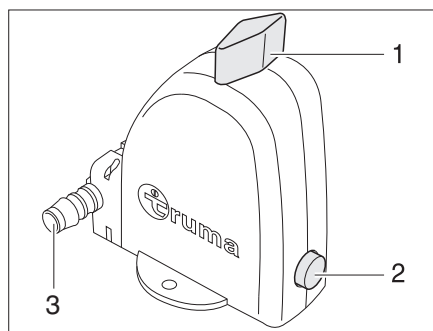

Bild 230 Sicherheits-/Ablassventil des Boilers - Stellung Betrieb
Der Boiler ist mit einem Sicherheits-/Ablassventil (Bild 230) ausgestattet. Das Sicherheits-/Ablassventil verhindert, dass das Wasser im Boiler einfriert, wenn bei Frost die Heizung nicht eingeschaltet ist.
- ▷ Der Entleerungsstutzen (Bild 230/3) des Sicherheits-/Ablassventils muss immer frei von Verschmutzungen (z. B. Laub, Eis) sein.
- Kontrollieren, ob der Drehschalter (Bild 230,1) in Stellung "Betrieb" steht und eingerastet ist.
- Druckknopf (Bild 230,2) betätigen, das Ablassventil ist geschlossen.
- Drehschalter (Bild 230,1) um 180° bis zum Einrasten drehen. Der Druckknopf (Bild 230,2) springt heraus. Der Boiler wird über den Entleerungsstutzen (Bild 230,3) nach außen entleert.